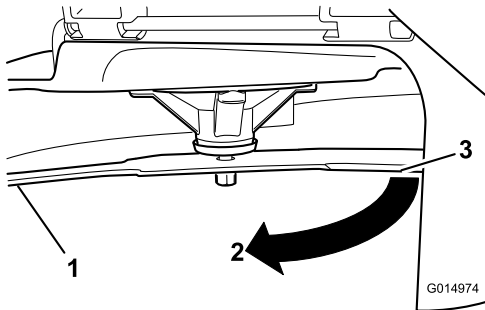

Figure 100
3. Seconde distance mesurée entre la lame et la surface (B)
4. Tournez la même lame de 180 degrés pour amener l'autre tranchant à la même position (Figure 100).